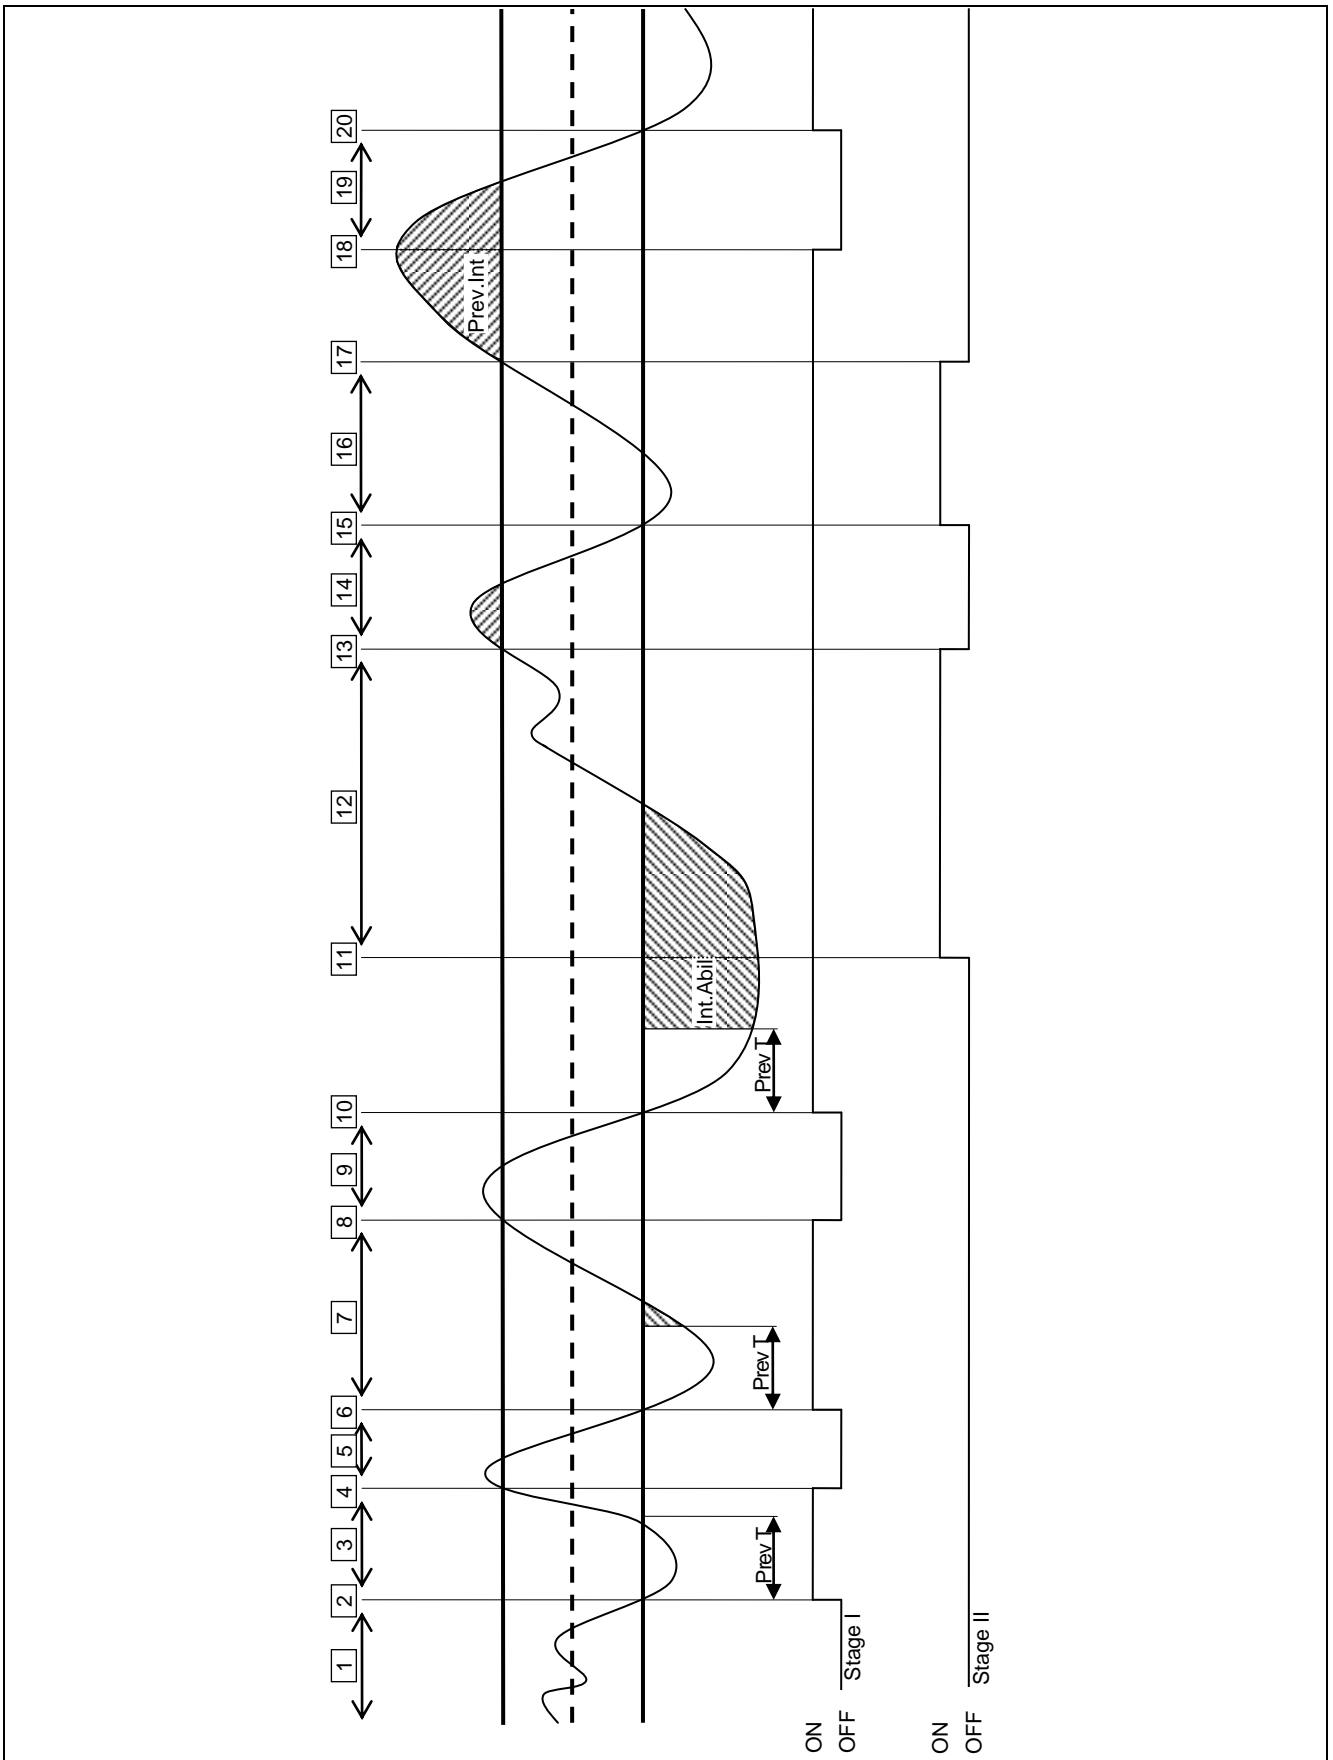

Figure 16
Regulační algoritmus je ilustrován na příkladu s vývojem teploty v čase. Systém obsahuje dva stupně náležející do stejné kategorie. Počáteční podmínky jsou se všemi vypnutými jednotkami a teplotou vody uvnitř pole dané diferencíalem. Viz následující popis a Figure 16.
- A. **Zóna 1 na Figure 16:** dokud je teplota vody v rozsahu daným diferencíalem jsou všechny jednotky vypnuté.
- Blokovaný stupeň je uvolněn (a zapnut) když oblast reprezentující energetický deficit, počítaný od bodu vypršení „*prevention time*“, dosáhne hodnoty „*enabling integral*“ (Figure 16).
Parametr je dostupný pro všechny kategorie. Umožňuje nastavit minimální čas, po který zůstane daný stupeň zapnutý. Účelem je vyhnout se vypnutí jednotky ještě před tím, než se dostane do normálního pracovního režimu čímž lze předejít zbytečnému snížení účinnosti celého systému. Prakticky pokud je daný supěň jednou zapnut, může být vypnut pouze po uplynutí času nastaveného v parametru **“minimum switch-on time”** has bez ohledu na řídicí algoritmus, který je popsán v příslušném odstavci; například tedy jak je vidět na Figure 16, pokud by čas mezi body 2 a 4 byl menší než „minimum **switch-on time**“, nedošlo by k vypnutí prvního stupně v bodě 4, ale až po vypršení času nastaveného jako **“minimum switch-on time”** který se začal počítat od bodu 2. Je zřejmé, že příliš vysoká hodnota tohoto parametru povede ke špatné regulaci, neboť vzhledem k respektování minimální doby provozu bude narušen standardní algoritmus. Naproti tomu příliš nízká hodnota bude mít za následek vypnutí jednotek mimo správný pracovní režim a následné snížení účinnosti.